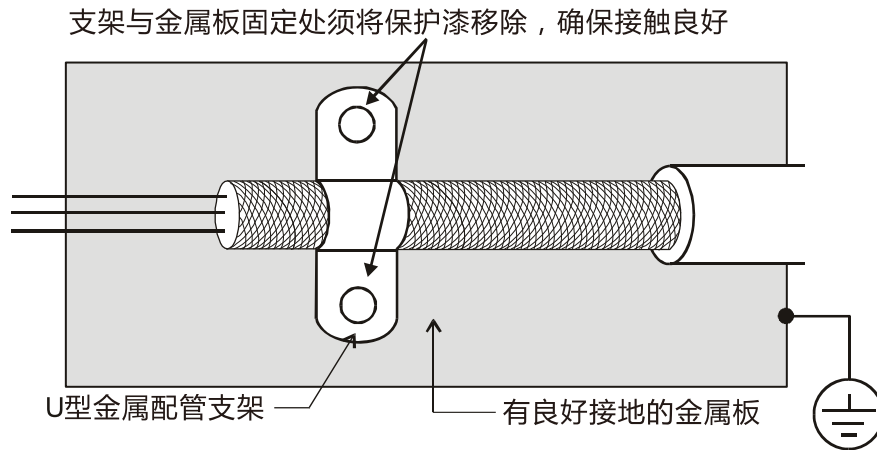

图7-76
3. 马达线的隔离铜网与金属板的连接方式需正确，应将马达线两端的隔离铜网使用 U 型金属配管支架与金属板固定，正确连接方式请见图 7-76 正确的连接方式。